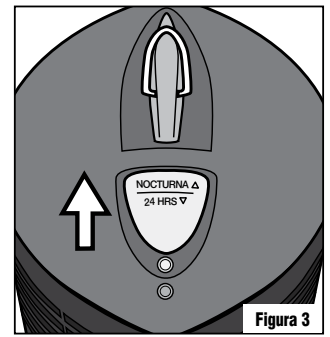

Figura 3
- Para seleccionar el Modo Anochecer Hasta Amanecer, deslice hacia arriba el botón gris, revelando el sensor de Atardecer. La unidad se ENCENDERÁ automáticamente al anochecer, operando durante la noche, y se APAGARÁ en la mañana (Figura 3).